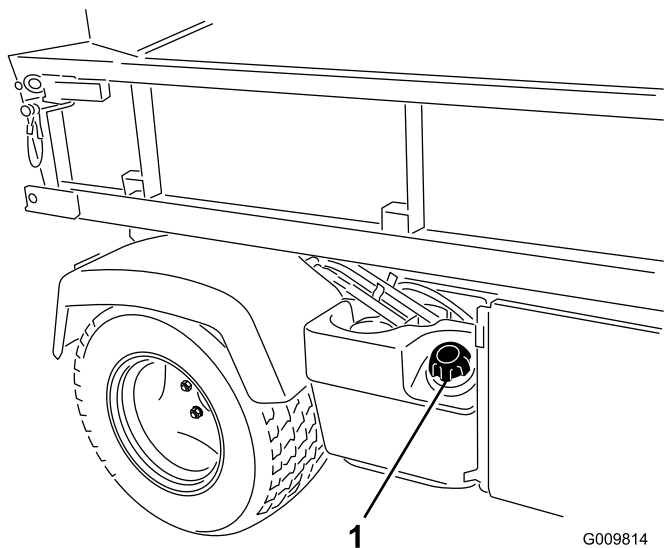

Bild 16
2. Schrauben Sie den Tankdeckel ab (Bild 16).